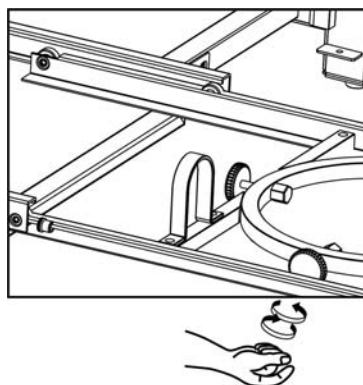

Figura 6
6. Apriete las perillas roscadas (G) que hay en la charola del tanque (Figura 6), de manera que el tanque de gas LP no se pueda mover de un lado a otro. No quite la tapa plástica del extremo de la sección roscada.